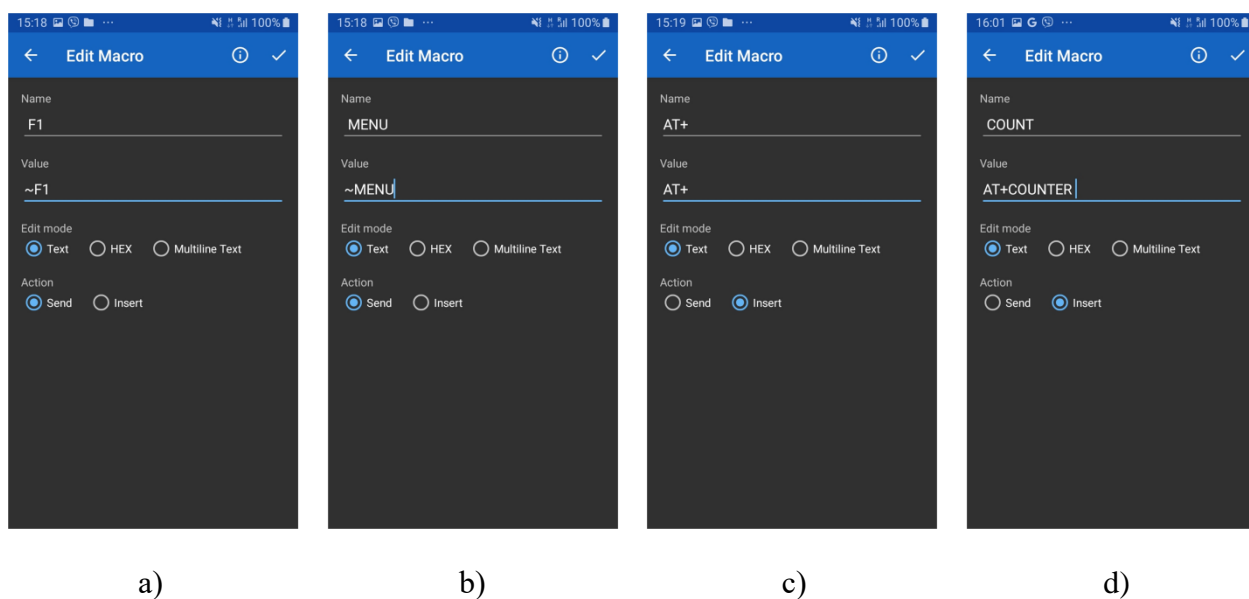

Рисунок 30 - Присвоєння кнопкам імен і команд
Потім необхідно присвоїти кнопкам імена і поставити їм у відповідність команди керування, як показано на рис. 30.а, b, c, d.
1. Натискати на кнопку до появи вікна, як показано на рис. 30.а, b, c, d.
Якщо команда не містить параметрів, то радіокнопку "Action" слід установити в положення "Send" (рис. 30.а, b), а якщо є параметри, то в положення "Insert" (рис. 30.с, d).